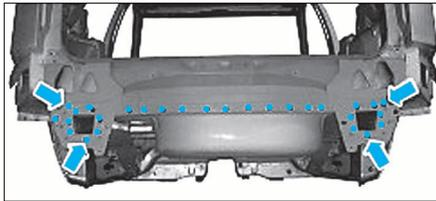

FIG. 94
- Meuler les points de soudure (2) côté intérieur.
- Fraiser les points de soudure (3) (deux épaisseurs de tôle).
- Fraiser les points de soudure (Fig.94).